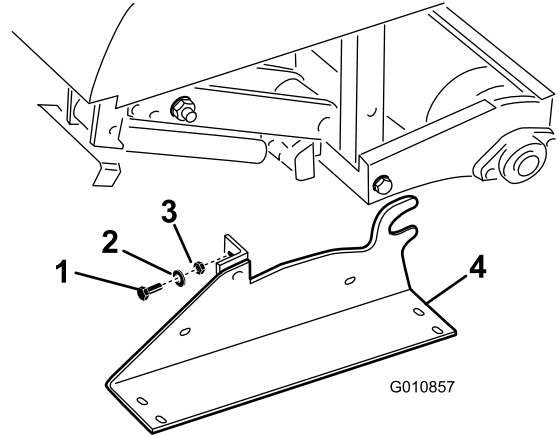

图33
2. 卸下将存放架固定到打孔机两端的螺栓、锁紧垫圈和螺母图33。